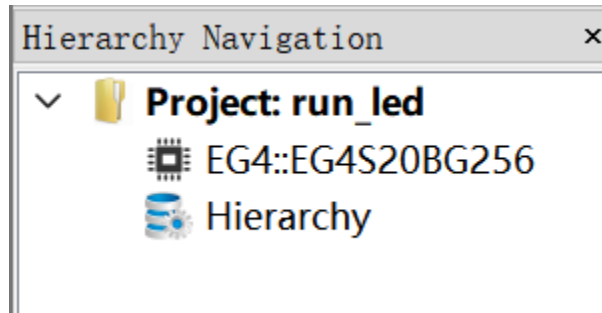

图5 项目新建完成
⑤ 在左侧 Hierarchy Navigation 栏中可以看到生成的项目名称, 芯片型号信息。如图 5 所示。